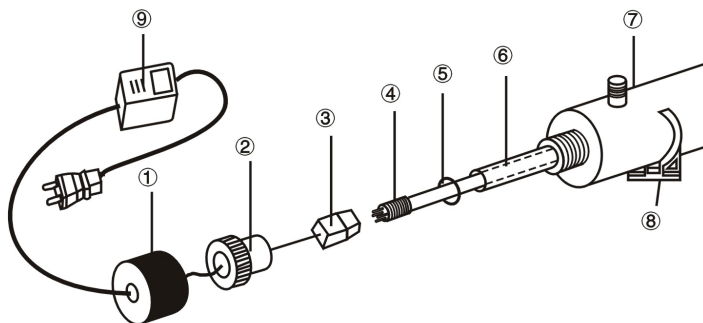

Рис. 1. Установка УФ-излучателя
9. При установке УФ-излучателя следует сначала наполовину вставить его в рабочую камеру (рис.1), подключить к электрокабелю, и затем полностью вставить в камеру, штекер при этом плотно вставляется в посадочную горловину. Только после этого можно подключать Установку к электросети.